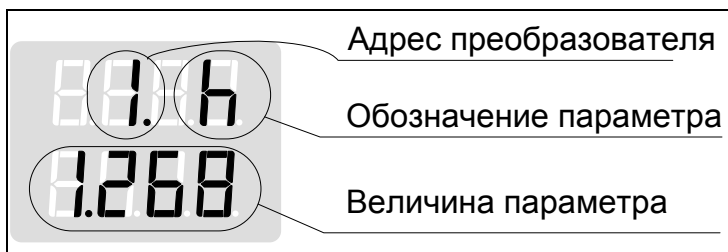

Рисунок 5
3.7.6.3 У сигнализаторов с одним индикатором происходит переключение индикации по аналогии с рабочим режимом (рисунок 5).